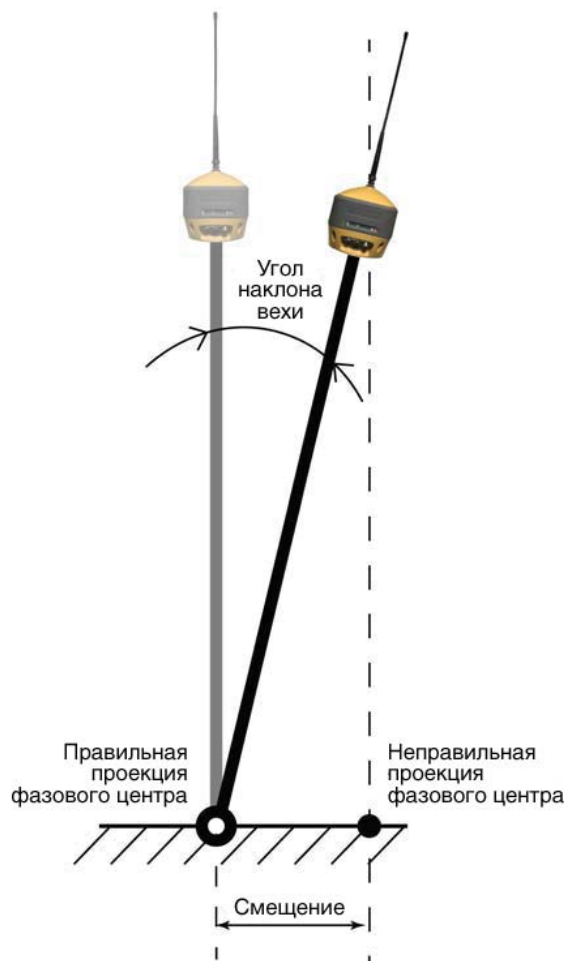

Рис. 31: Режим Tilt Correction
- Работа в этом режиме ведётся, если текущее значение угла наклона не превышает значения, указанного в поле **Tilt Correction Limit (Предел учёта угла наклона)**. Для активации режима **Tilt Correction** (Рис. 31) отметьте галочкой параметр **Tilt Corection Limit** и укажите соответствующий угол.